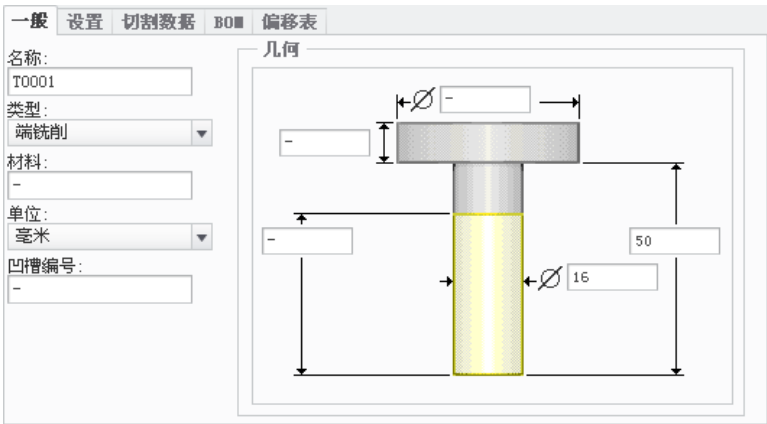

图 19.3.18 设定刀具一般参数
Step5. 在弹出的“刀具设定”对话框的 **一般** 选项卡中设置图 19.3.18 所示的刀具参数，设置完毕后依次单击 **应用** 和 **确定** 按钮，在“设置：铣削加工中心”对话框中单击  按钮，返回到“设置：操作”操控板。